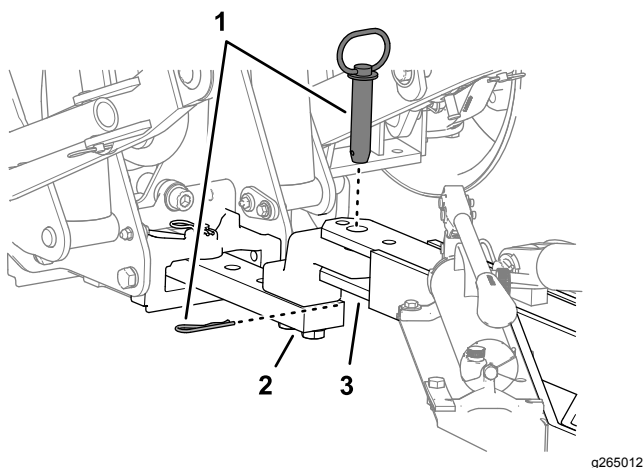

Figure 13
- Placez le timon de l'aérateur devant la barre d'attelage du groupe de déplacement et attachez l'aérateur au groupe de déplacement à l'aide des fixations d'attelage de ce dernier (Figure 13).